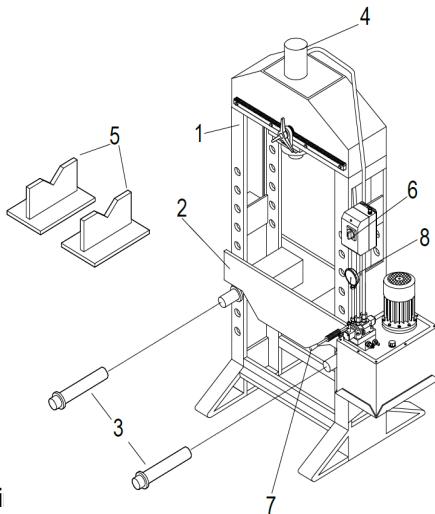

Fig 2
2) Lleve a cabo la conexión de mando del cable conectándolo con los bornes del interruptor de la centralita de la prensa (Fig. 2, ref. 6). El fabricante facilita el puente predispuesto para el funcionamiento de 400V trifásico.